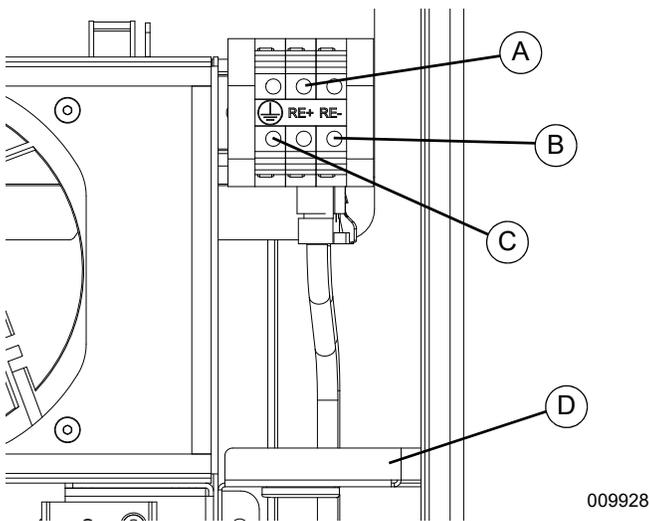

Figura 4-9. Cableado de REbus
1. Consulte la **Figura 4-9**. Instale los conductores de REbus en sus bloques de terminales: RE+ en el rojo (A), RE- en el azul (B).
2. Instale el conductor de conexión a tierra del equipo en el bloque de terminales verde (C).
3. Si es necesario, pase los conductores del cableado de campo a través del ojal del deflector de la canalización (D).